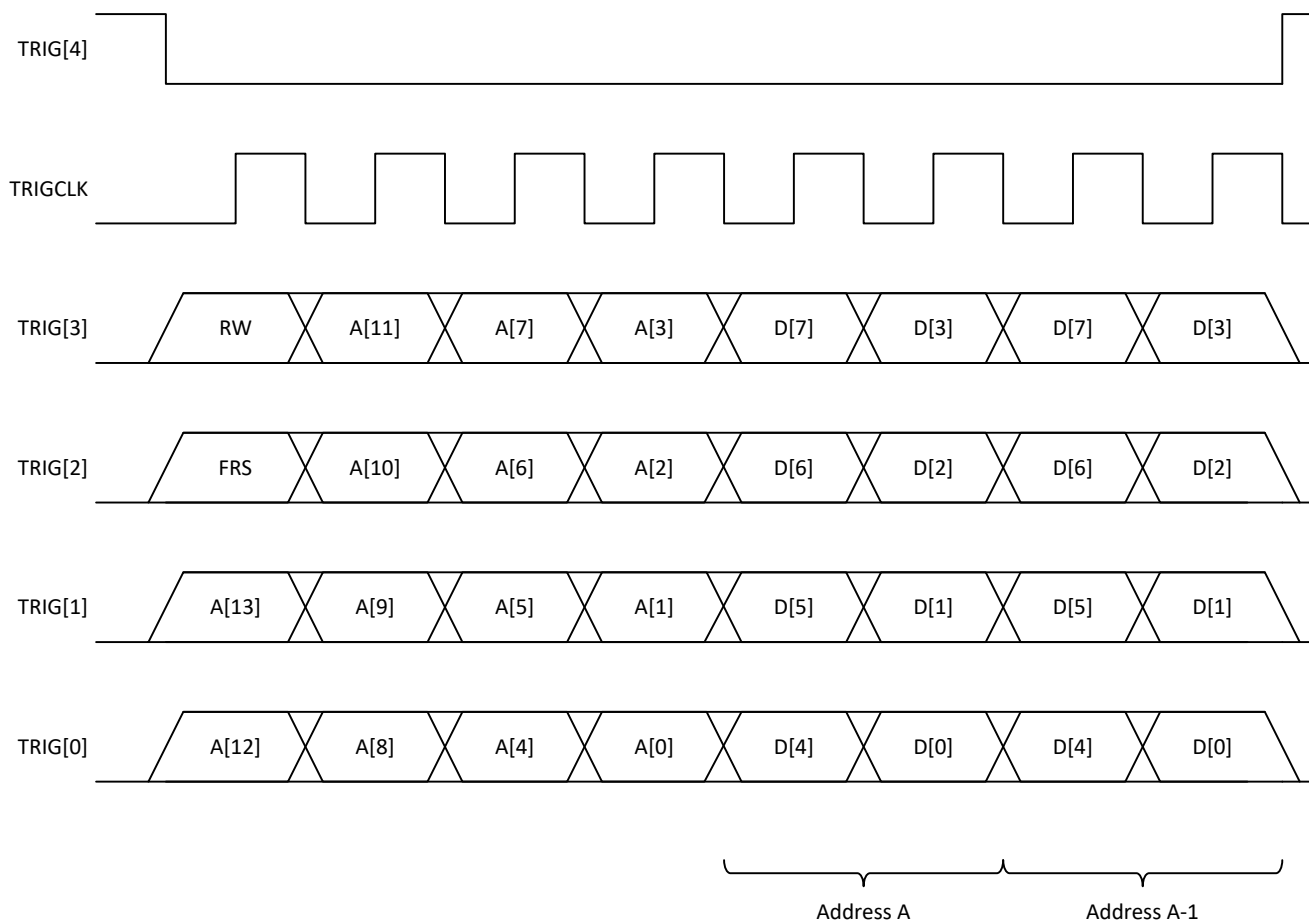

图 8-3. FR 接口时序图
快速重新配置 (FR) 接口提供快速的只写访问来配置 PFIR 系数和 NCO 频率和相位。FR 接口与 SPI 接口类似，但每个时钟周期发送 4 位，并且会重复使用外部触发器。图 8-3 展示了 FR 时序图。它使用 R/W 位（始终设置为 0 以指示此器件的写操作）、事务同步位 FRS（始终设置为零，因为此器件不支持事务同步）、14 位地址（后跟一定数量的数据字节）。地址在每个数据字节后递减（与小端字节序一致）。该接口可按字节寻址，数据在每个字节后提交。FR 接口每时钟占用 4 位（一个半字节）。对于多半字节字段，系统会首先发送数据的半字节最高有效位。当事务同步位 (FRS) 被置位时，NCO\_SYNC\_SRC 寄存器字段中指定的同步事件发生在  $\overline{\text{FRCS}}$  的上升沿。在第一个数据字节完成之前结束的事务可能不会触发同步事件。